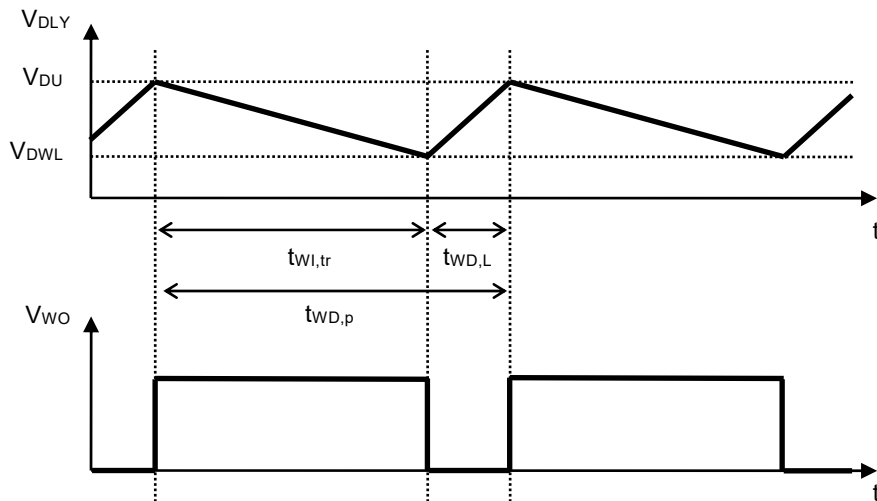

図9
*1. ウォッチドッグタイマがタイムアウトの検出を繰り返したときWO端子に現れる連続矩形波の周期 (図9参照)。以下の式からもとめられます。
*2. ウォッチドッグタイマがタイムアウトの検出を行った後、WO端子が "L" を継続する時間 (図9参照)。
*3. ウォッチドッグタイマがトリガ信号の検出を開始してから、タイムアウトが検出されWO端子出力が "L" に変化するまでの時間 (図9参照)。この値は C_{DLY} で変更可能です。